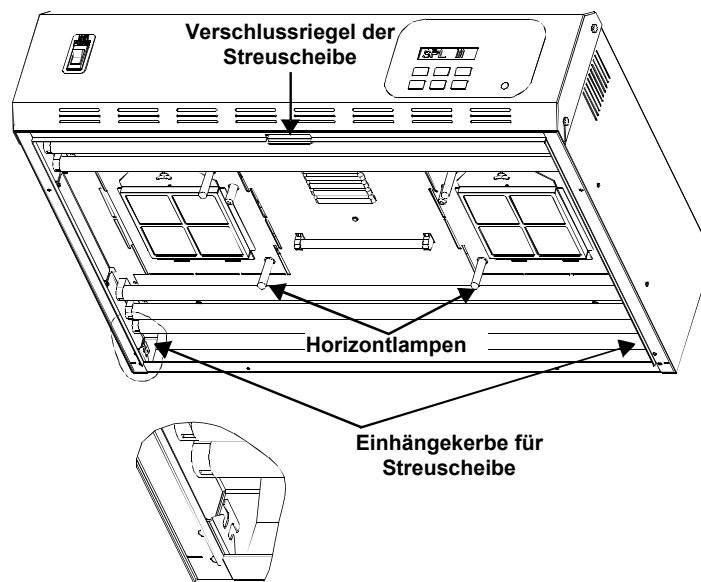

Abbildung 11. Installation der Streuscheibe in der Deckenleuchte
- Legen Sie die Scharnierbolzen der Streuscheibe in die Einhängekerbe an den unteren Ecken der Gehäuserückseite. Siehe auch Abbildung 11.